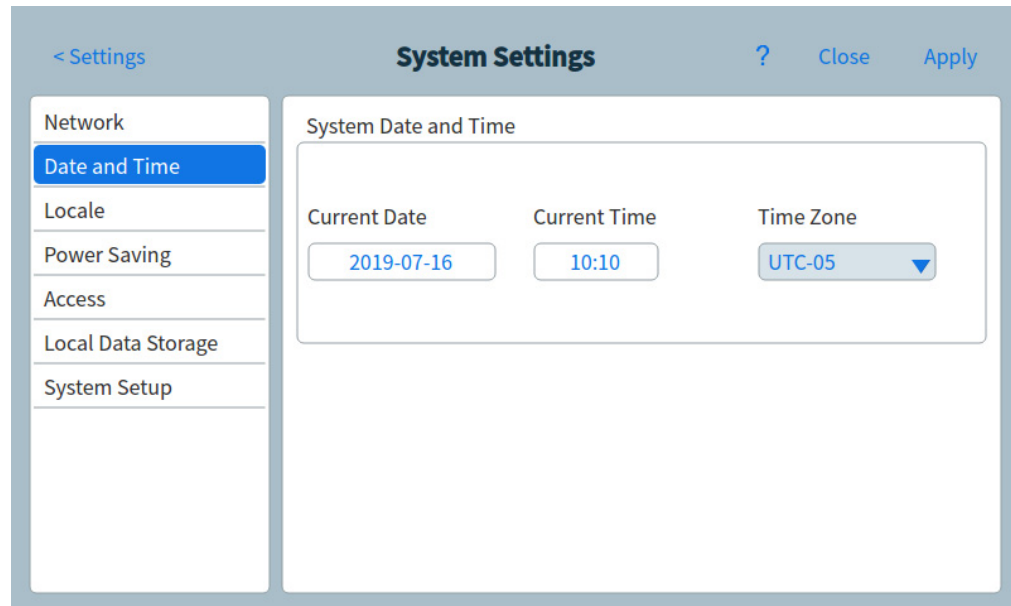

Figura 57. Pagina System Settings
- 1 Dalla pagina System Settings, selezionare il tasto di selezione **Date and time**. Compare la pagina Date and Time. Vedere **Figura 57**.